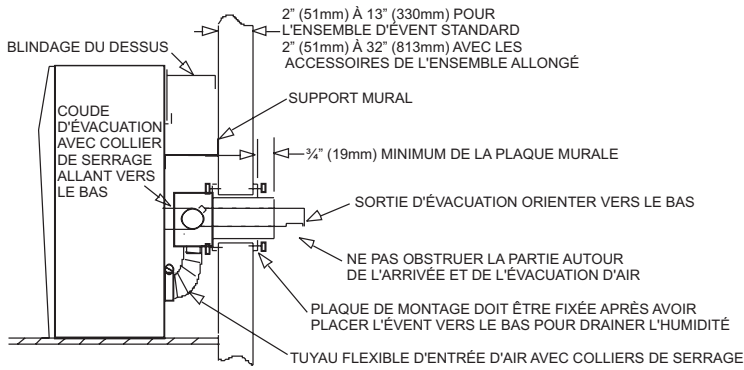

Figure 4
Pour compléter l'installation intérieure, attachez le radiateur au support mural en attachant les deux supports de montage muraux au support mural en utilisant (2) vis à tête hex de 10 x 1/2" (13mm) qui sont fournies (Voir Figures 4 et 6). Lorsque vous voulez attacher la paroi du côté droit et celle du côté gauche à la paroi arrière, le rebord de la paroi de 3/4" de largeur doit être positionné vers la paroi de côté. Lorsqu'elle est bien positionnée, les (6) volets de la paroi seront vers le haut et l'entrée défonçable sera vers le bas. Attachez la paroi du côté droit et celle du côté gauche à la paroi arrière en utilisant (3) vis à tête hex de 10 x 1/2" (13mm) pour chaque paroi. Les vis sont fournies dans le paquet de quincaillerie. Attachez la paroi du dessus à la paroi du côté droit et à celle du côté gauche en utilisant (4) vis à tête Phillips.